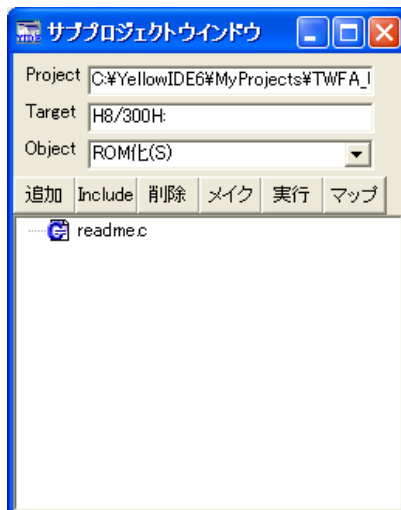

図 35 サブプロジェクトウィンドウ
5. サブプロジェクトウィンドウ(図 35)が表示されますので[Object]欄が“ROM 化(S)”になっていることを確認して[メイク]ボタンを押します。警告3が 2 つ表示されますが無視して構いません。ここまでの作業で「¥I0x0xProjects¥\_TWMON」フォルダに「REM\_MON.S」というファイルが作成されます。ファイル名はデバッグモニタの書き込み(18 ページ)で書き込んだものと同じですが、新しく作成したファイルにはデバッグモニタの機能に加えて、標準の C ライブラリが組み込まれています。